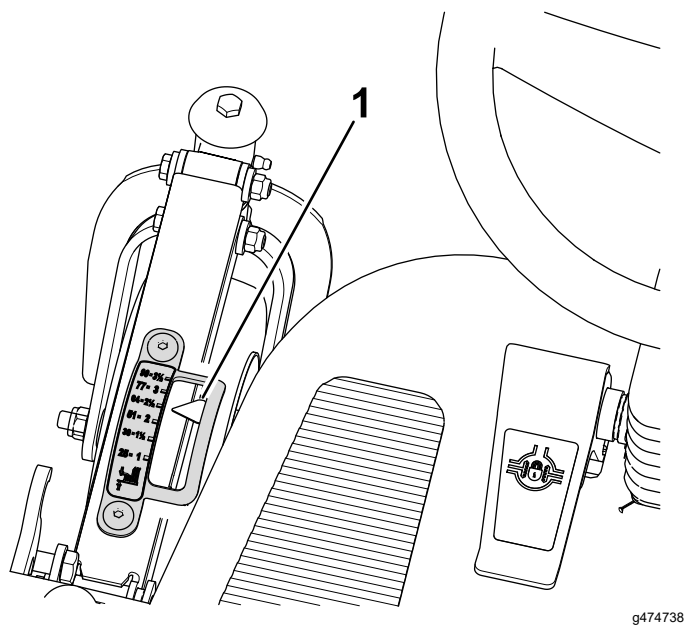

Figura 102
1. Ajuste la altura de corte a la posición de 64 mm (Figura 102).